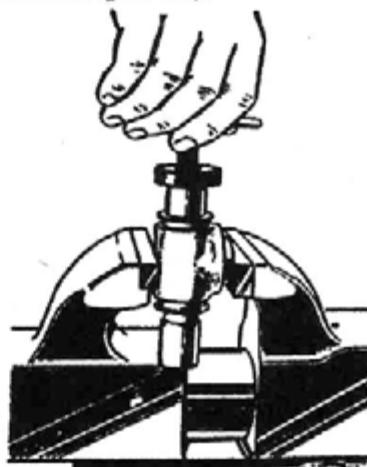

Рис. 250. Извлечение пружинного кольца автоматического устройства из колесного цилиндра
7. Выньте из полости цилиндра упорные кольца 6 при помощи съемника (рис. 250).